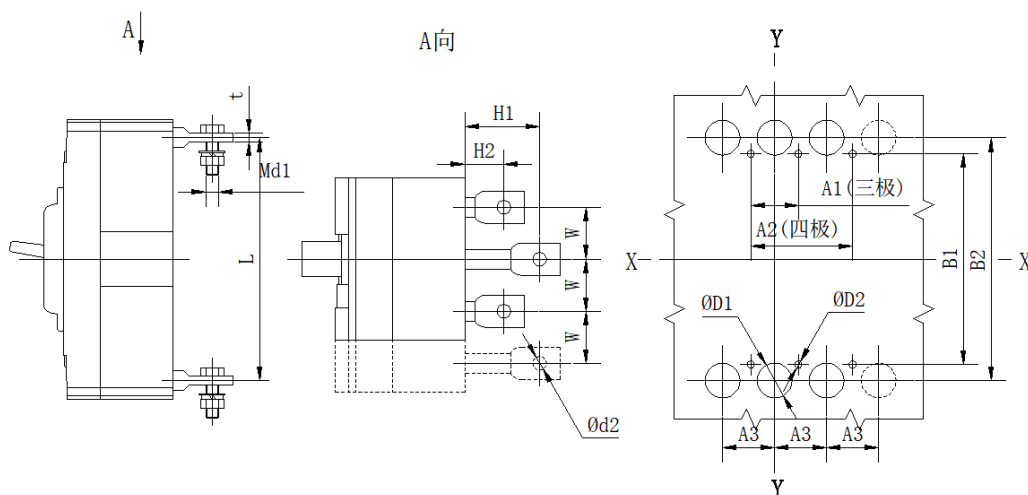

图 4
3.3 HSM6E-400、800 板后接线外形及安装、开孔尺寸见图 4、表 8